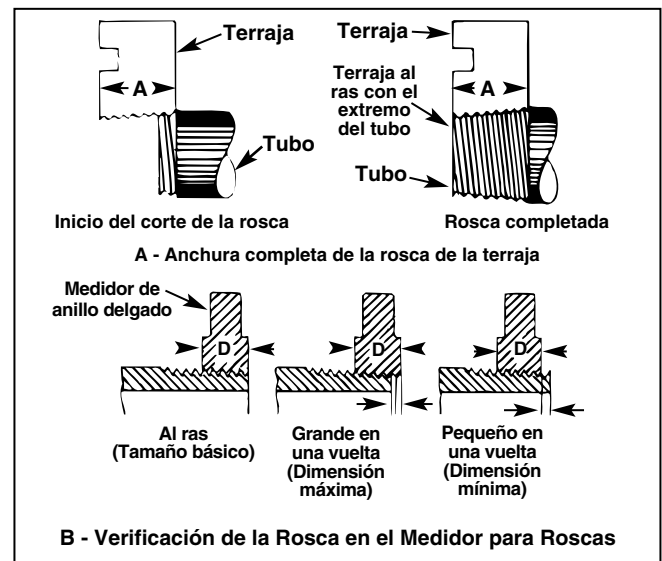

Figura 14 – Verificación de la longitud de la rosca
13. Verifique la longitud y profundidad de la rosca (*Figura 14*).